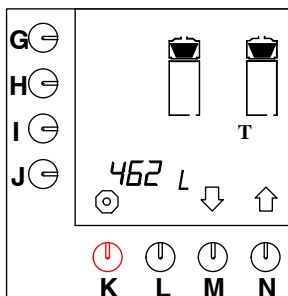

Fig. 19 Totalräkneverk bryggarsystem
- Totalräkneverket visas på displayen. Det totala antalet liter kaffe som har bryggts under maskinens livslängd kan avläsas på displayen (fig. 19).